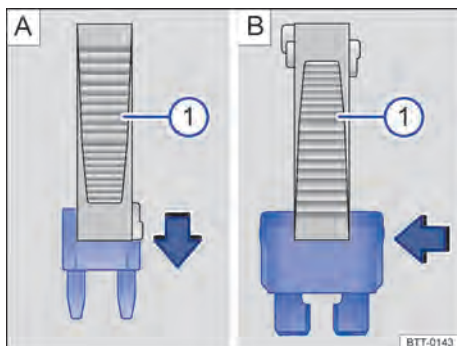

Fig. 169 Remover ou instalar um fusível com a garra da pinça de plástico ①.
- Se necessário, retirar a pinça de plástico → Fig. 169 ① da cobertura da caixa de fusíveis.
- Em caso de *fusíveis pequenos*, encaixar a garra ① por cima → Fig. 169 A.
- Em caso de *fusíveis maiores*, empurrar a garra ① lateralmente sobre o fusível → Fig. 169 B.
- Caso o fusível esteja queimado, substituir o fusível por um novo da *mesma* intensidade de corrente (mesma cor e inscrição) e do *mesmo* tamanho → ①.